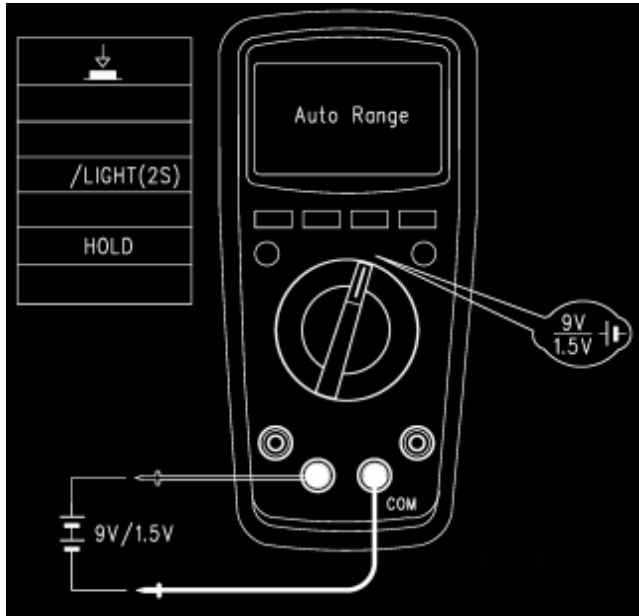

Рисунок 13
9.10. Измерение напряжения батарей (доступно только в модели UT139A) (см. Рисунок 13)